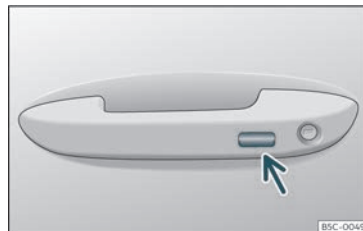

Fig. 88 Maniglia della porta: superficie sensibile.
- **OPPURE** utilizzando il sistema Keyless Access* (solo chiusura): Tenere un dito per alcuni secondi sulla superficie sensibile di blocco >>> **fig. 88** (freccia) della maniglia della porta per chiudere i finestrini e il
- Tenere un dito per alcuni secondi sulla superficie sensibile di blocco»» **fig. 88** (freccia) della maniglia della porta per chiudere il tettuccio. Se si smette di toccare la superficie sensibile si interrompe la funzione di chiusura.